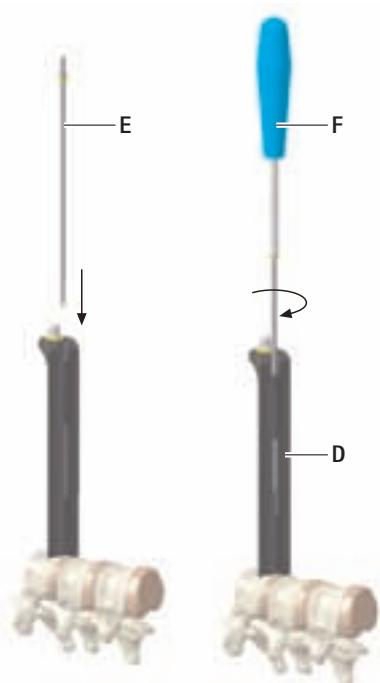

Рис. 1
- ▶ Ввести фиксирующий винт E в зеркало D и привинтить, см. Рис. 1.